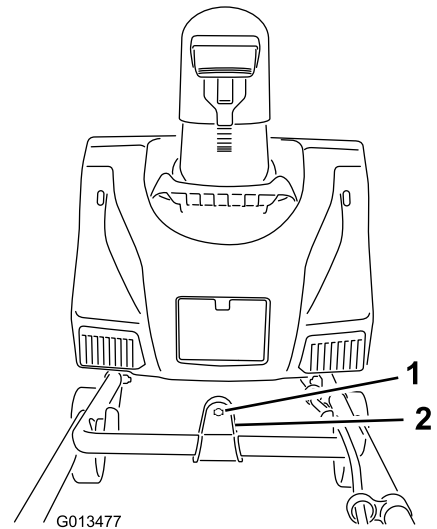

Figura 4
2. Introduzca el extremo de la varilla de control del conducto a través del taladro en forma de bocallave del soporte que está sujeto a la parte superior del manillar inferior (**Figura 4**).